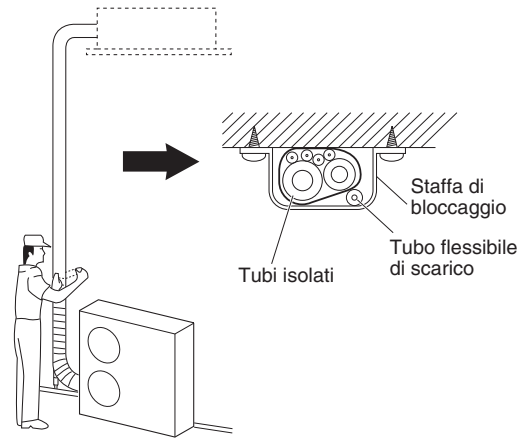

Fig. 5-9
- (1) A questo punto i tubi del refrigerante (e di cavi dell'impianto elettrico, se legalmente possibile) devono venire nastrati con nastro armato in 1 solo fascio. Per prevenire la formazione di condensa dovuta al trabocco della coppa di scolo, tenere separati il tubo di scarico e quello del refrigerante.
- (2) Avvolgere il nastro armato dal fondo dell'unità esterna alla cima di quella esterna dove penetra nella parete. Durante l'avvolgimento del fascio di tubi, sovrapporre metà dell'altezza del nastro alla spiria immediatamente precedente.
- (3) Fissare il fascio dei tubi al muro usando una fascetta ogni metro circa. (Fig. 5-9)